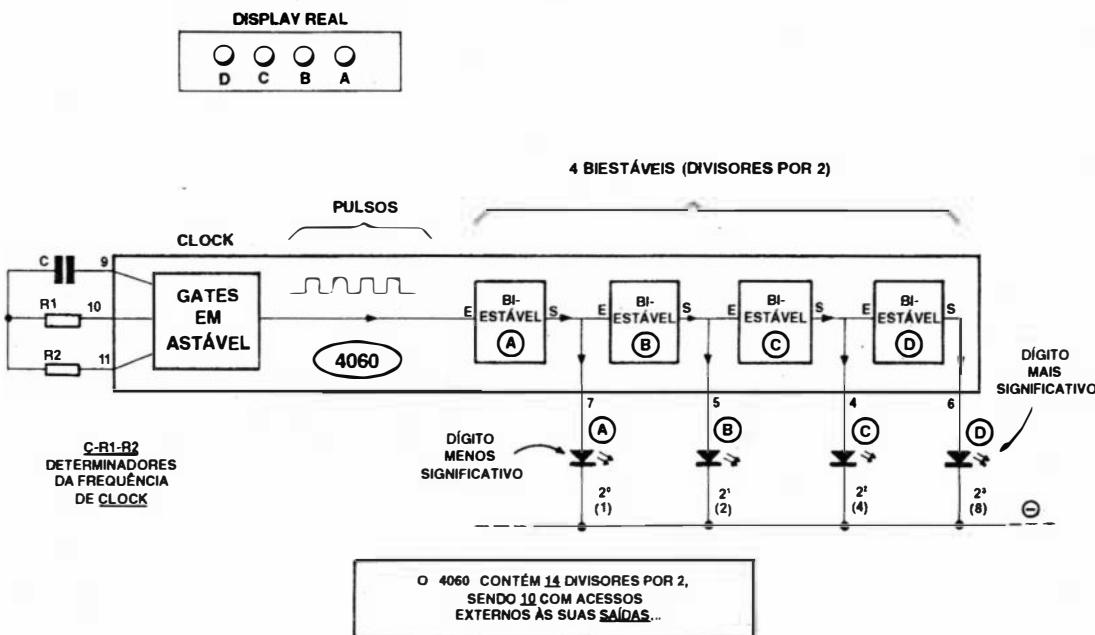

FIG. 2
- FIG. 2 - EXPLICANDO O CIRCUITO... - Tudo, no circuito (em termos ativos...) é feito pelo Integrado 4060, um versátil componente da "família" digital